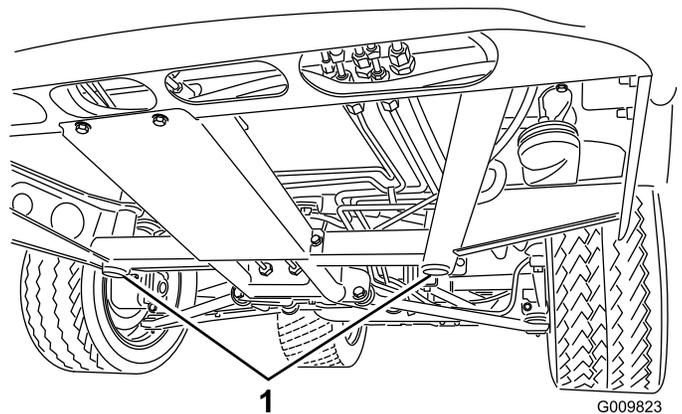
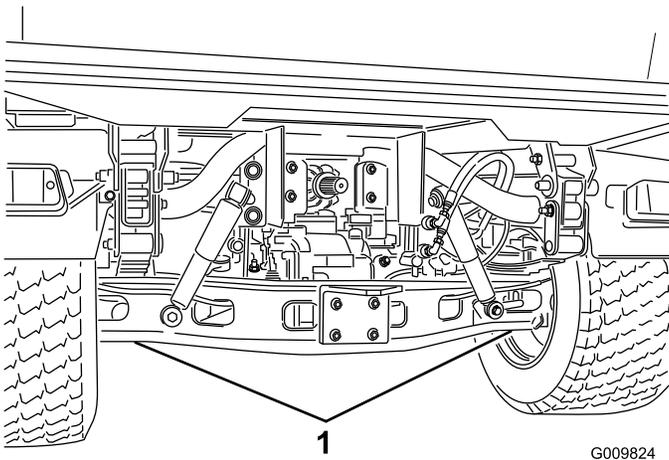

Figura 32
Figura 33
- El punto de apoyo del gato en la parte delantera de la máquina se encuentra en el travesaño central delantero del bastidor (Figura 32), y en la parte trasera está debajo del tubo del eje (Figura 33).